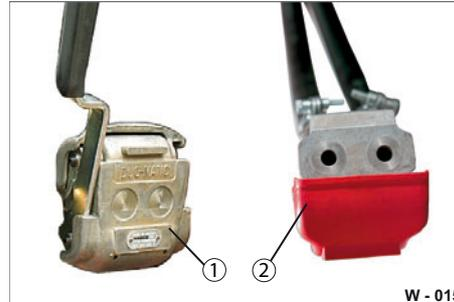

Abb. 46 Kupplungskopf zerlegt
- ▶ Reinigen Sie die Dichtflächen des Kupplungskopfes (Abb. 46/2) und der Kupplungs-Steckdose (Abb. 46/1) mit sauberen, trockenen Lappen.